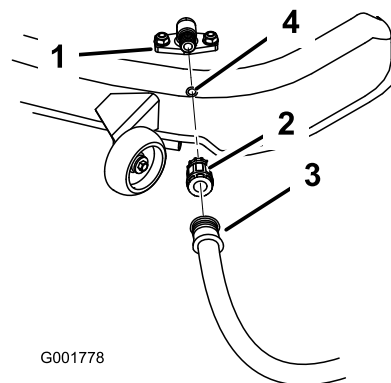

Figure 52
- Vissez le raccord de lavage à l'embout de lavage du carter de tondeuse et ouvrez l'eau en grand (Figure 52).